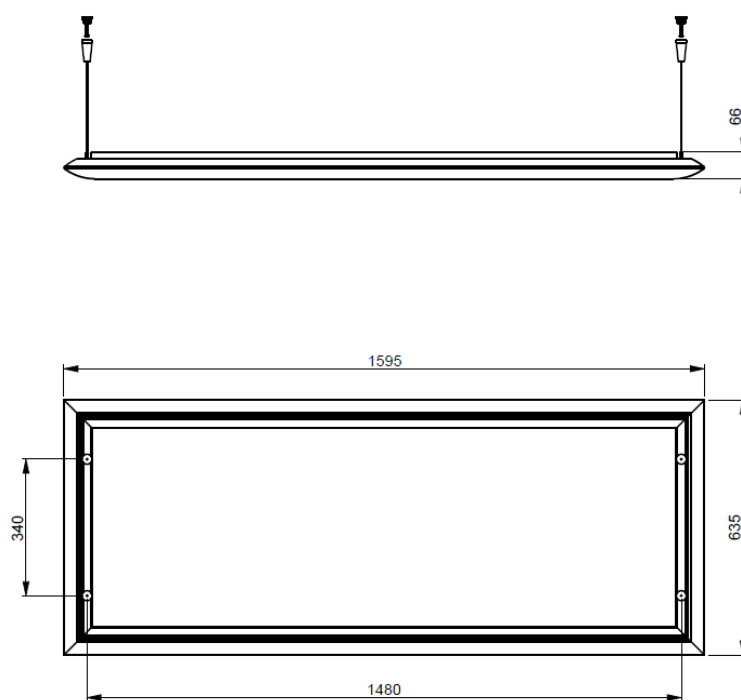

Abb. 1
- Bohren Sie in der Decke an der vorbestimmten Position mit einem geeigneten Bohrer (Größe siehe 3.1 Abb. 1) ein Loch und fügen Sie die Dübel ein.